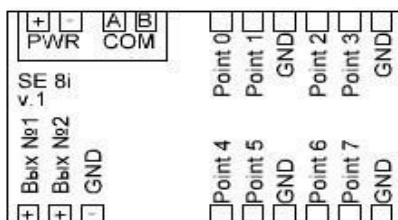

Рис.1
2. Подключите терминалы COM A и COM B к шине (см. Рисунок 1).